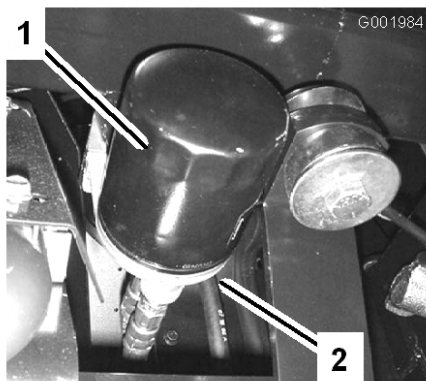

図 48
2. オイルフィルタ (図 48) を外す。
5. アダプタに新しいフィルタを取り付ける。ガスケットがアダプタに当たるまで手でねじ込み、そこから更に 1/2 回転増し締めする (図 48)。